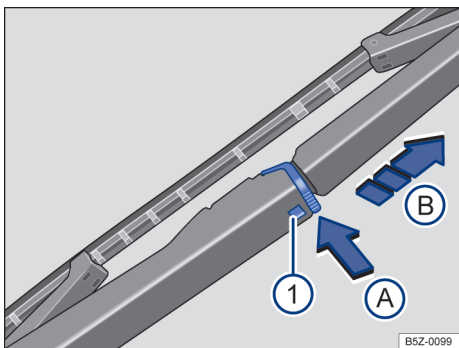

Fig. 117 Substituir a palheta do limpador do vidro traseiro.
- Manter o botão de destravamento → Fig. 117 ① pressionado.
- Pressionar a trava da palheta do limpador do vidro traseiro → Fig. 117, no sentido da seta (A).
- Puxar a palheta do limpador do vidro traseiro → Fig. 117, no sentido da seta (B).
- Introduzir a nova palheta do limpador do vidro traseiro **de mesmo tamanho e modelo** no braço do limpador do vidro traseiro no sentido contrário da seta → Fig. 117 (B) até que ela se trave.